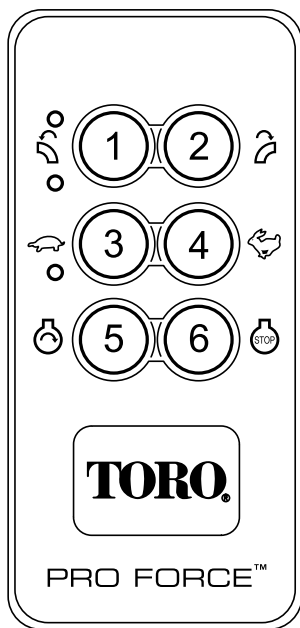

Bild 12
4. Der Motorstart wird nur aktiviert, wenn Sie die Starttaste drücken und der Motor im Startmodus ist. Der Motor kann nur gestartet werden, wenn die folgenden den Motorstart aktivierenden Schritte ausgeführt wurden (Bild 12).